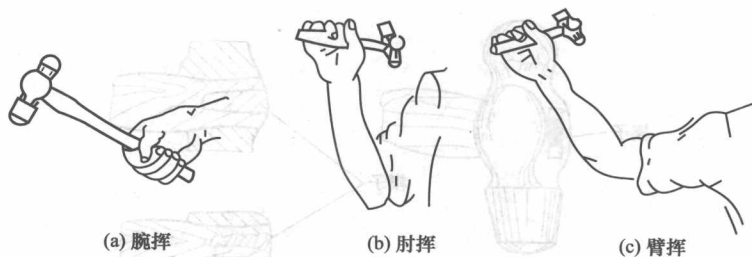

图 1-11 挥锤方法
(2) 挥锤方法 挥锤有腕挥、肘挥和臂挥三种方法。
① 腕挥。如图 1-11 (a) 所示。腕挥是仅用手腕的动作进行锤击运动，采用紧握法握锤，一般用于錾削余量较少或錾削开始或结尾。
② 肘挥。如图 1-11 (b) 所示。肘挥是用手腕与肘部一起挥动作锤击运动，采用松握法握锤，因挥动幅度较大，故锤击力也较大，应用最广。
③ 臂挥。如图 1-11 (c) 所示。臂挥是用手腕、肘和全臂一起挥动，其锤击力